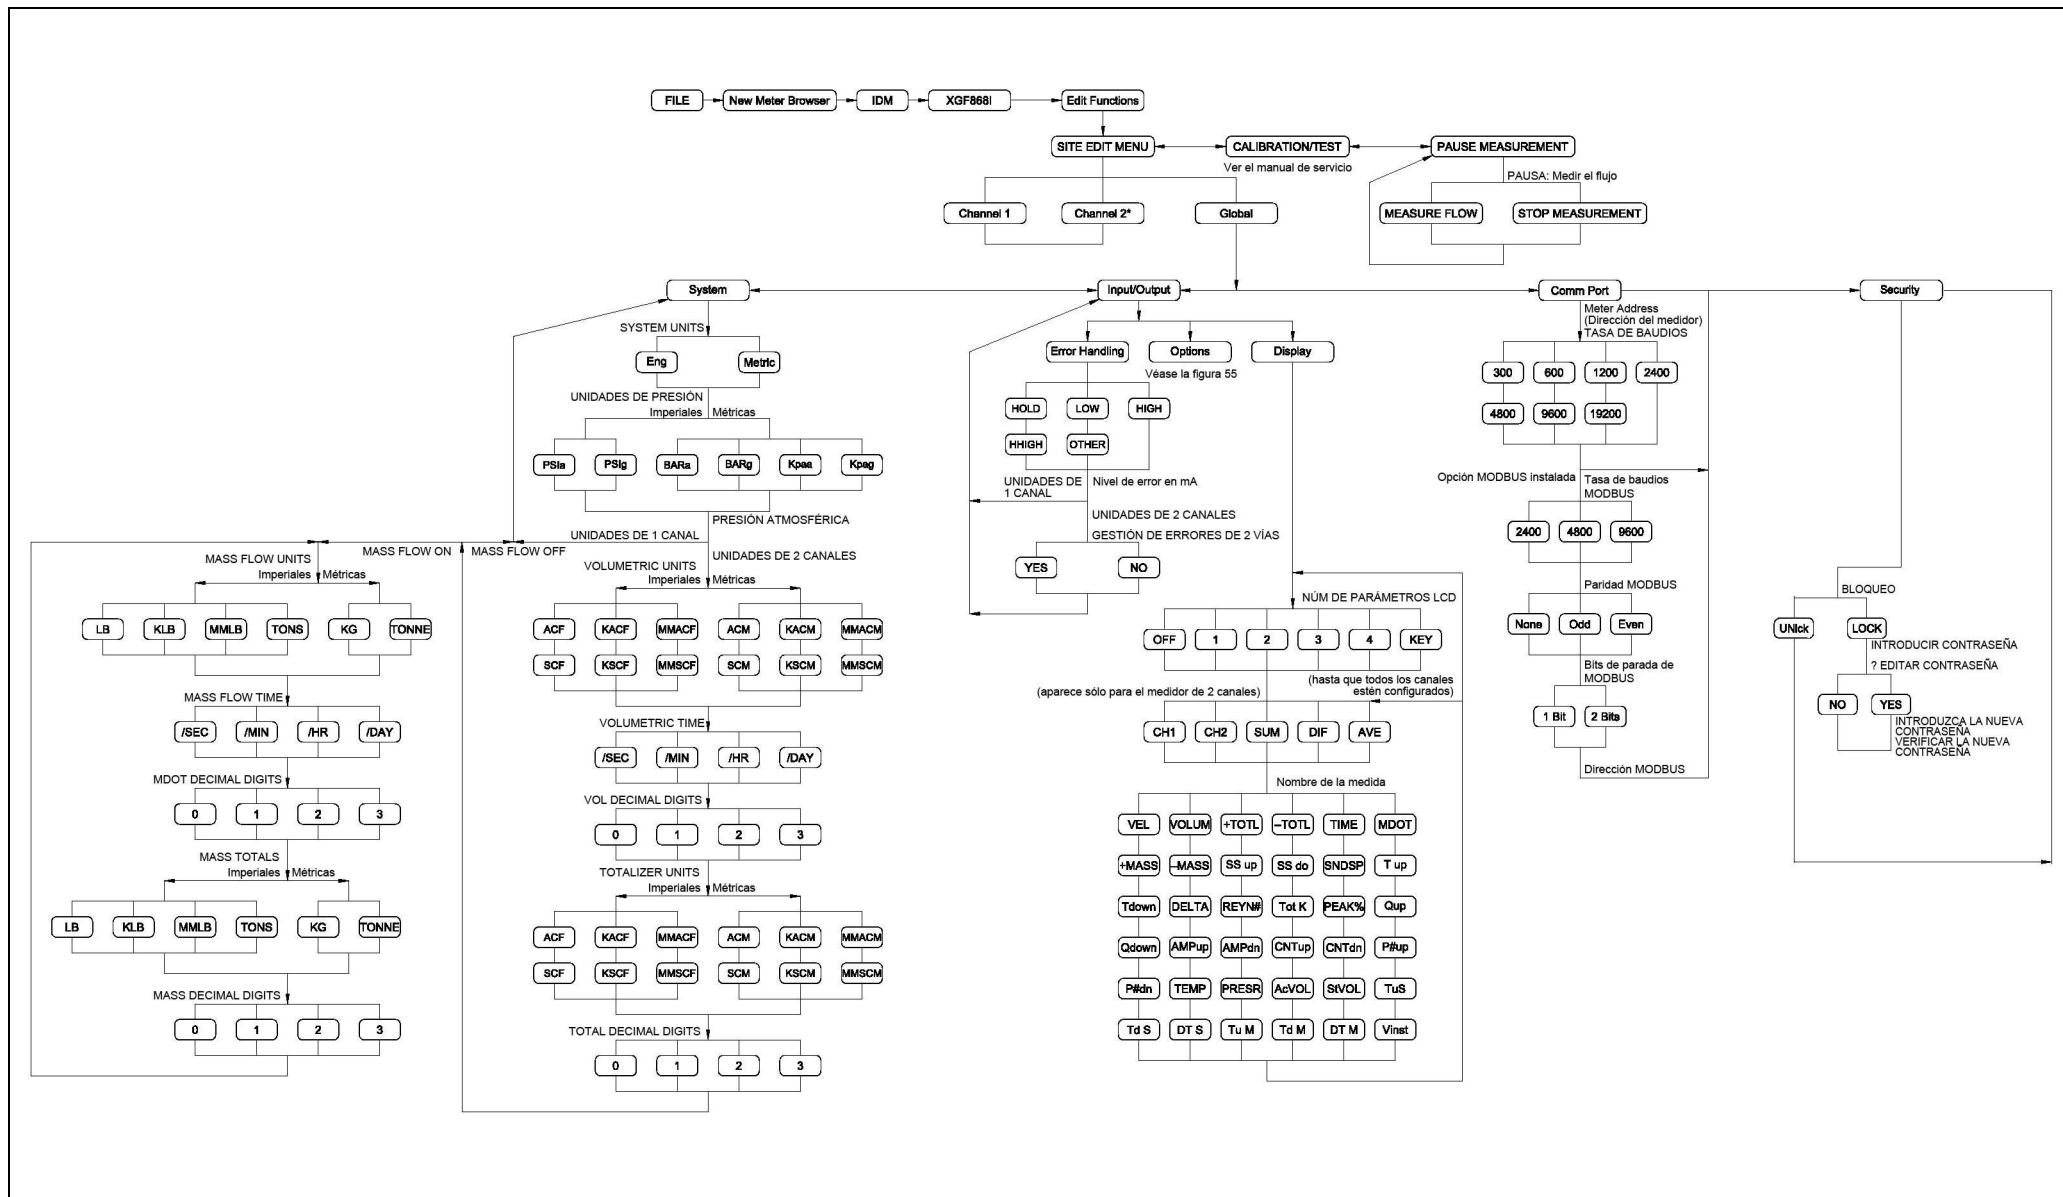

Figura 57: PanaView PROG > GLOBL > Menús SYSTEM, I/O & COMM
Mientras completa estas instrucciones, consulte el mapa de menús en Figura 57 en la página 109.
- Figura 57, "PanaView PROG > GLOBL > Menús SYSTM, I/O & COMM", en la página 109